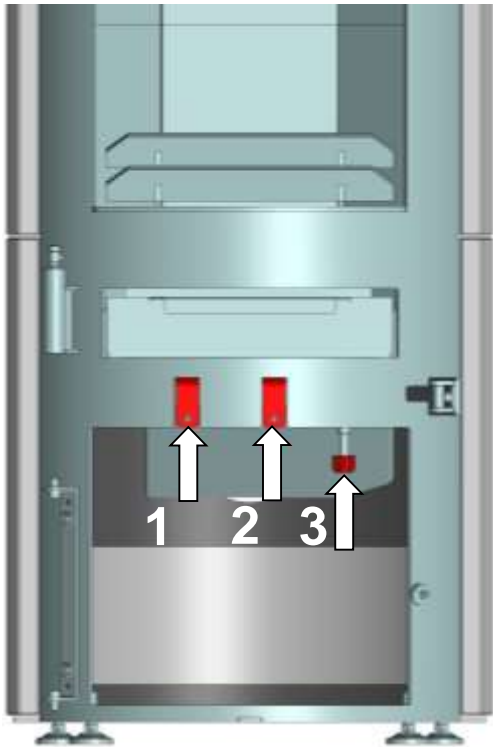

Fig. 22 : position des manettes d'admission d'air
Les manettes d'admission d'air du poêle-cheminée se trouvent derrière le volet au-dessous de foyer (Fig. 22).
La manette d'admission d'air primaire commande l'air par le biais de la grille en fonte (Fig. 22 pos. 1).
La manette d'admission d'air secondaire commande l'air pour le nettoyage de la porte vitrée et ne devrait par conséquent jamais être complètement fermée (Fig. 22 pos. 2) !
La molette de réglage du thermostat wotdtké se trouve dans le compartiment à bois (Fig. 22 pos. 3). Le thermostat ouvre et ferme automatiquement l'air primaire en fonction de la température du poêle.
- Ne fermez jamais complètement la manette d'admission d'air secondaire de la ventilation spéciale de la vitre (voir Fig. 22 à la page 15) chargée de nettoyer la vitre d'exposition.